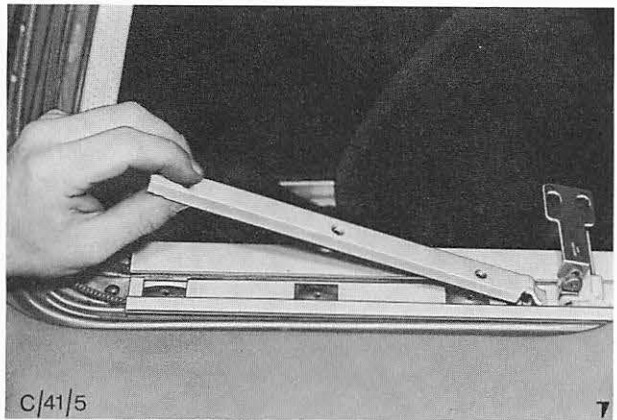

Abb. 12 Schienenabdeckungen anbringen
7. Seitliche Schienenabdeckungen anbringen und befestigen. Abb. 12.